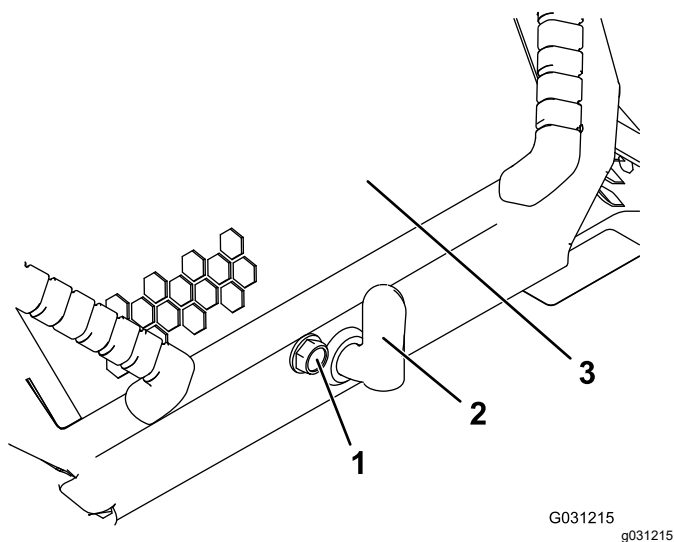

Figure 32
1. Desserrez la vis de verrouillage du capot (Figure 32).
2. Tournez le verrou du capot dans le sens horaire (Figure 32).
3. Soulevez les poignées et relevez le capot (Figure 32).
3. Serrez la vis de verrouillage du capot pour bloquer le verrou (Figure 32).